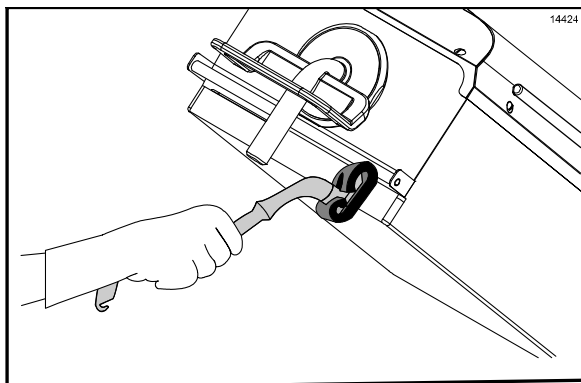

Figure 56
24. Utiliser le support de tampon Kay de nettoyage pour gril et frotter la partie avant des plaques, en commençant par la plaque de droite et en finissant par la plaque de gauche (Cf. Figure 56).